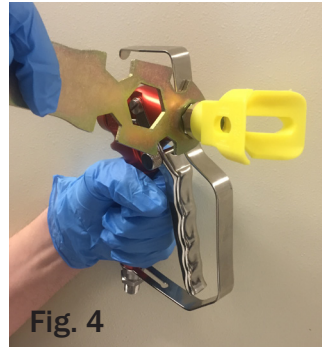

Fig. 4
- 3.- Retirez le protecteur et la buse de pulvérisation (fig. 4) Plongez-les dans du dissolvant de nettoyage.